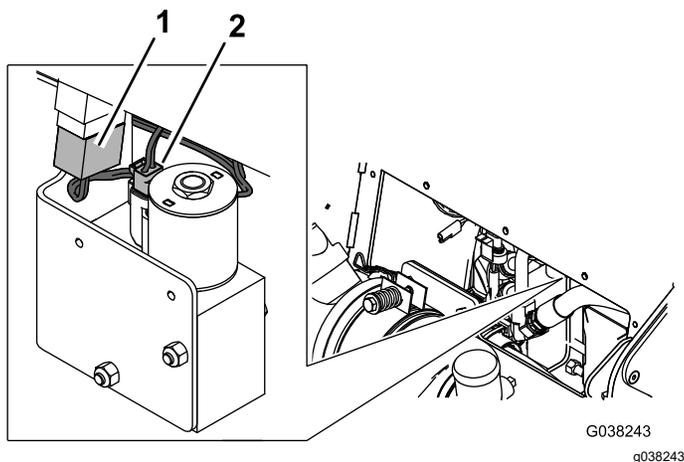

Рисунок 30
4. Подсоедините жгут проводов из комплекта к переключателю и клапану низкого расхода (Рисунок 30).